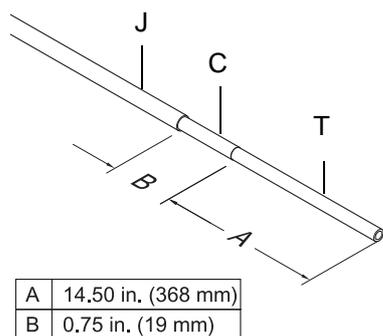

**FIG. 10 Branchement du flexible produit blindé sur un boîtier d'isolation non fourni par Graco**
- c. Branchez l'extrémité de la gaine (T) sur le raccord de sortie produit de la pompe.
6. Remontez le capotage (26) et le capuchon d'air (25).
8. Raccordez l'autre extrémité du flexible sur la sortie produit de l'alimentation produit isolée. Consultez la FIGURE 10